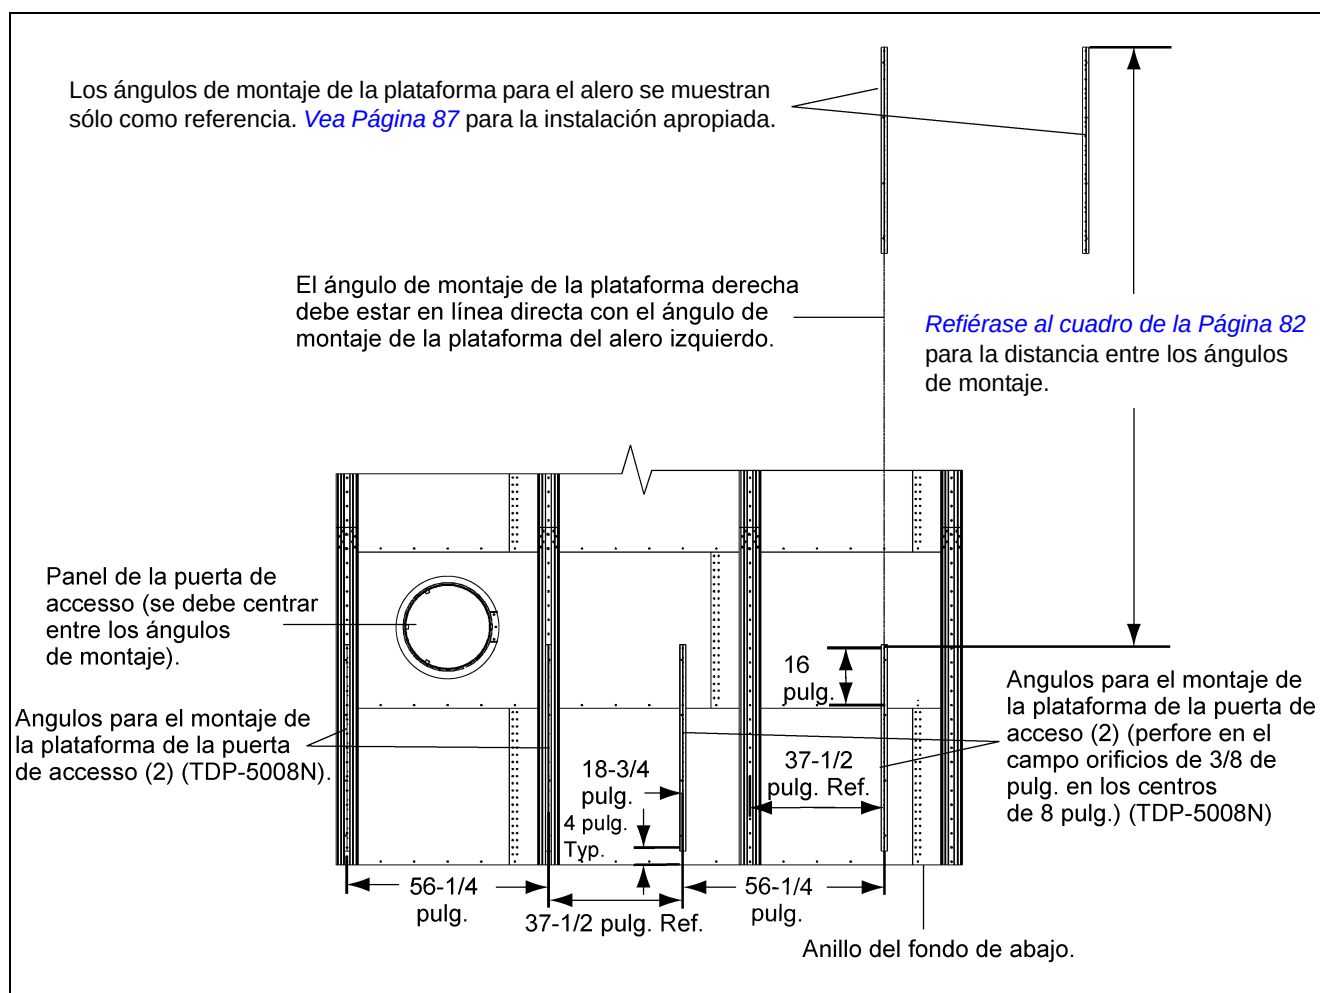

Figura 8R
La Figura 8R nos muestra la ubicación de los ángulos de montaje para la plataforma de la puerta de acceso. Todos los ángulos (4) se deben instalar, comenzando a 16 pulg. por sobre la costura horizontal superior del anillo del fondo de abajo, y comenzando por el primer ángulo directamente en línea con el ángulo del montaje del alero izquierdo. El segundo ángulo de montaje se debe ubicar a 56-1/4 pulg. a la izquierda del primer ángulo de montaje. Los dos (2) ángulos de montaje restantes se ubicarán en los soportes verticales (stiffeners) a cada lado de la puerta de acceso. Si se instalan correctamente, debería existir un espacio de 37-1/2 pulg. entre los dos (2) sets de ángulos de montaje. Preste mucha atención al instalar estos ángulos. Las dimensiones y ubicaciones de estos ángulos son vitales para asegurarse de que todas las partes encajen adecuadamente.